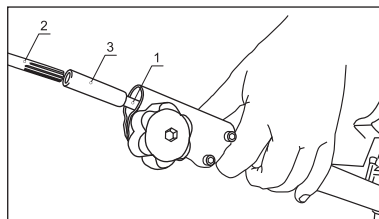

рис. 6
7. Для моделей ТС 1800P, ТС 2500P, ТС 3000P, имеющих разборную штангу, соедините вал верхней части штанги 1 (рис. 6) и нижней части штанги 2 (рис. 6) с помощью муфты 3 (рис. 6) из комплекта.